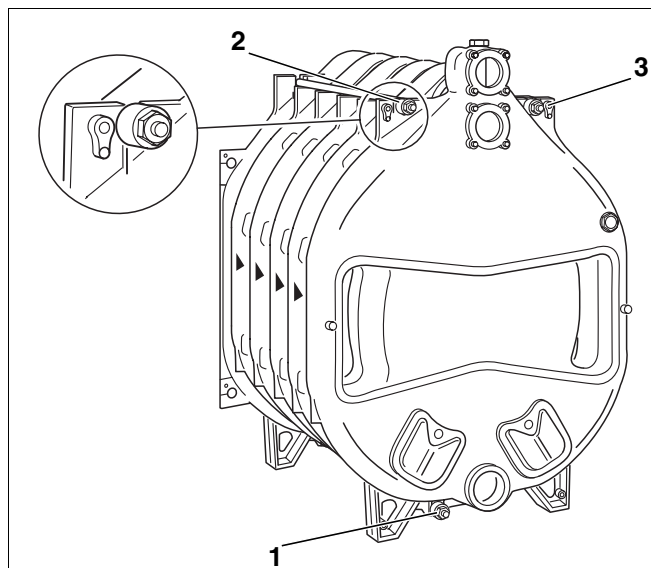

Fig. 17 Montare – tiranți
- Cei trei tiranți cu bușele-arc montate, se introduc în locașurile prevăzute din turnare (fig. 17, **poz. 1, 2 și 3**).